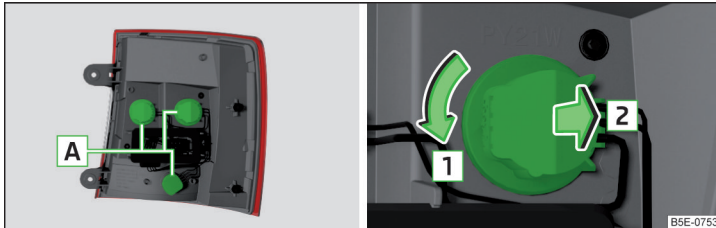

Abb. 365 Äußerer Teil der Leuchte / Fassung mit Glühlampe herausnehmen
- › Die Fassung mit der Glühlampe **A** in Pfeilrichtung **1** drehen » Abb. 365.